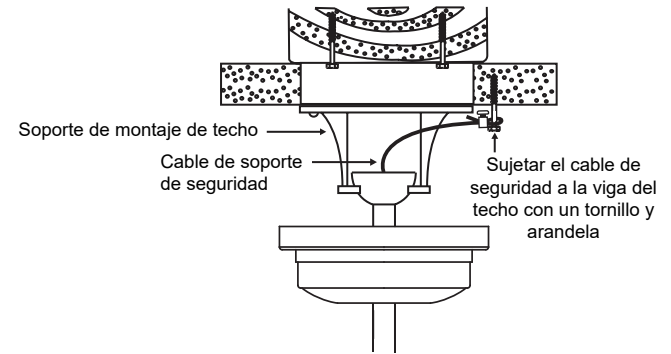

Fig. 10
Paso 1. Coloque el tornillo para madera y las arandelas en la viga del techo junto con el soporte de montaje, pero no lo ajuste. (**Fig. 10**)